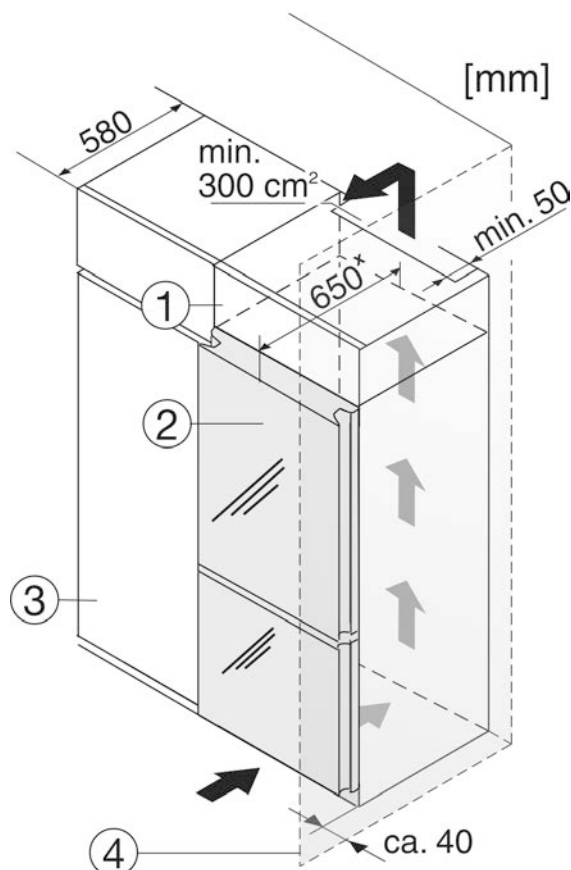

Fig. 17
Устройство может быть окружено предметами кухонной обстановки. Чтобы уравнять устройство Fig. 17 (2) по высоте с кухонной стенкой, можно установить над устройством соответствующий дополнительный шкафчик Fig. 17 (1).
При комбинировании с обычными кухонными шкафами (глубина макс. 580 мм) устройство можно установить непосредственно рядом с кухонным шкафом Fig. 17 (3). Дверь устройства выступает на 70 мм * относительно передней стенки кухонного шкафа.
Если устройство установлено на шарнирах у стены Fig. 17 (4), то расстояние между устройством и стеной должно быть не менее 40 мм.